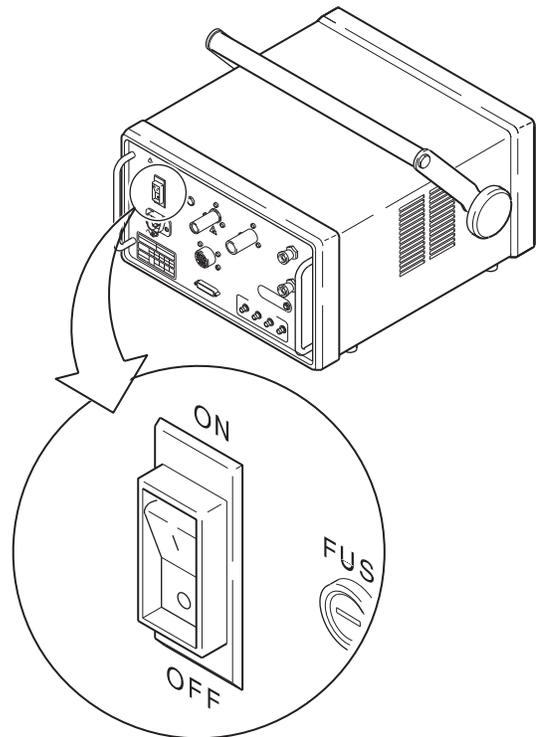

Figure 108 Le disjoncteur de l'unité d'alimentation est sur la position OFF (désactivé)
1. Eteindre l'unité d'alimentation. *Voir la Figure 108.*